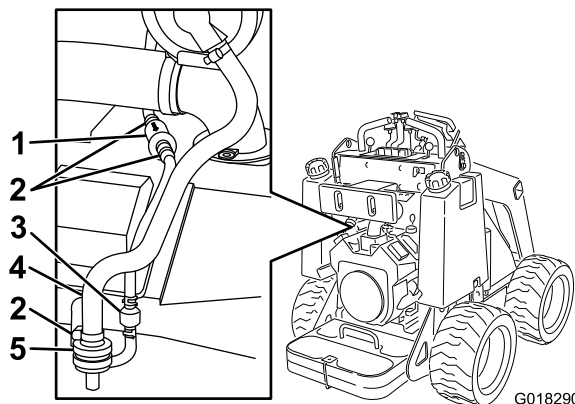

Рисунок 22
2. Ослабьте шланговый хомут над воздушным фильтром бачка с активированным углем (Рисунок 22).
- Снимите и удалите в отходы воздушный фильтр (Рисунок 22).
- Установите новый фильтр в шланг и зафиксируйте его шланговым хомутом (Рисунок 22).
- Переместите шланговые хомуты пружинного типа с обеих сторон фильтра линии продувки бачка с активированным углем в стороны от фильтра (Рисунок 22).
- Снимите и удалите в отходы фильтр линии продувки бачка с активированным углем (Рисунок 22).
- Установите новый фильтр в шланг так, чтобы стрелка на фильтре была направлена в сторону обратного клапана, и зафиксируйте его шланговыми хомутами (Рисунок 22).